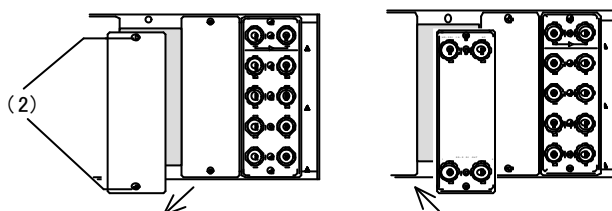

図 4-2 コネクタモジュールの取り付け
- (2) 筐体の電源スイッチを OFF にします。安全のため電源ケーブルを抜きます。
- (3) コネクタモジュールを取り付けます。
- ・コネクタモジュールを取り付けるスロットの図 4-2 (2)のネジを外し、ブランクカバーを外します。